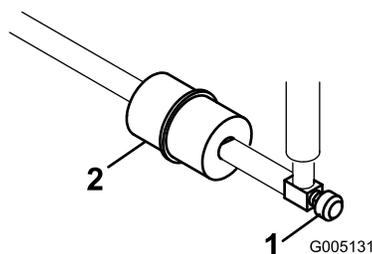

図 51
燃料フィルタはインラインタイプで、燃料タンクとキャブレタの間に設置してあります(図 51)。800 時間ごと、又は燃料の流れが悪くなれば交換してください。フィルタに付いている矢印をエンジンの方に向けて取り付けてください。
1. 燃料バルブを閉じ、フィルタのキャブレタ側についているホースクランプをゆるめ、燃料ラインからフィルタを外す(図 51)。
2. フィルタの下に容器を置き、もう一方のクランプも外してフィルタを取り出す(図 51)。